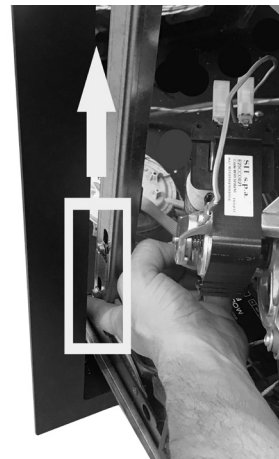

Fig. 21 - Sollevare piastrina di bloccaggio
- Sollevare verso l'alto la piastrina di sicurezza che blocca la guida aperta (vedi **Fig. 21**).